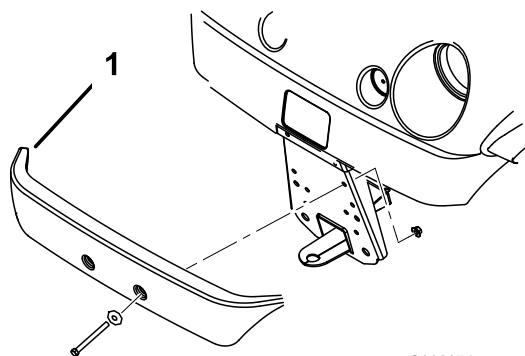

Figura 5
2. Alinhe os orifícios de montagem e fixe o pára-choques ao chassis com os dispositivos de fixação que retirou anteriormente (Figura 5).